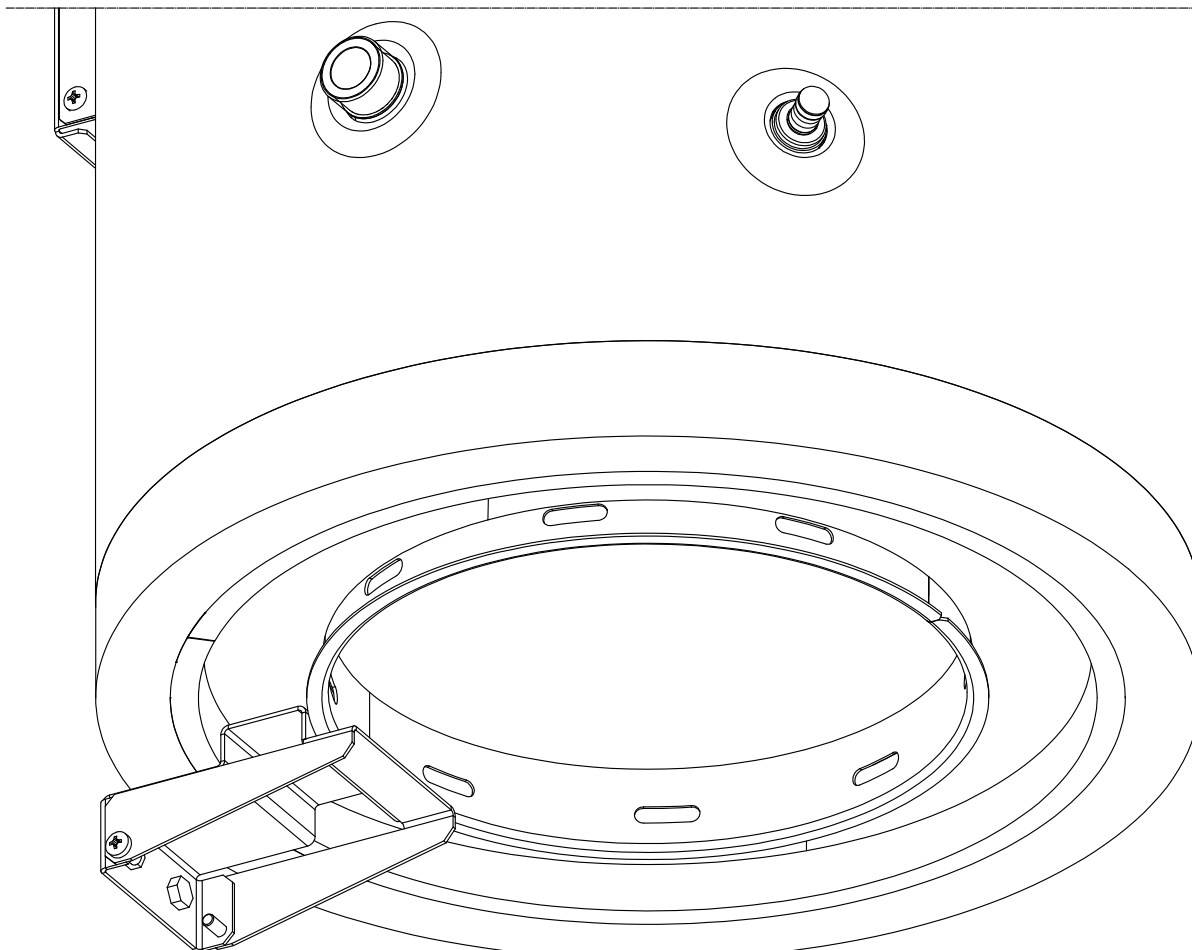

Fig. 4
- Assicurarsi che il piedistallo boiler arrivi in battuta contro il supporto inferiore come rappresentato nel disegno (Fig. 4).